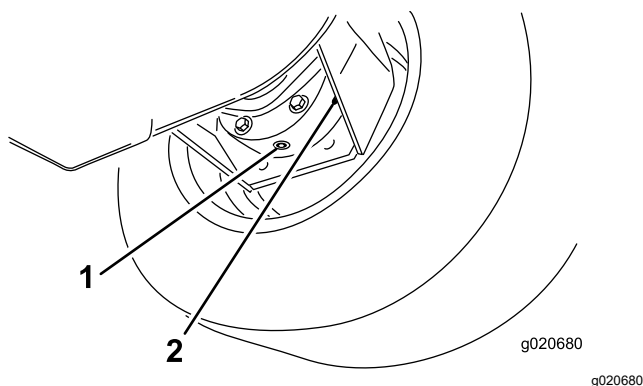

Figura 74
3. Coloque un recipiente debajo del alojamiento del freno, retire el tapón y deje que se drene el aceite (Figura 74).